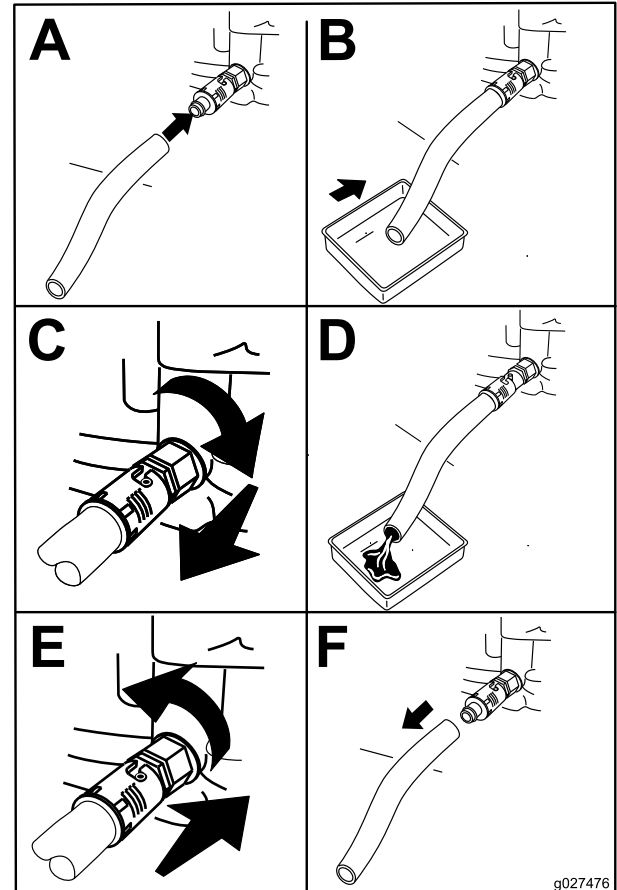

Figura 17
4. Drene el aceite del motor (Figura 17).